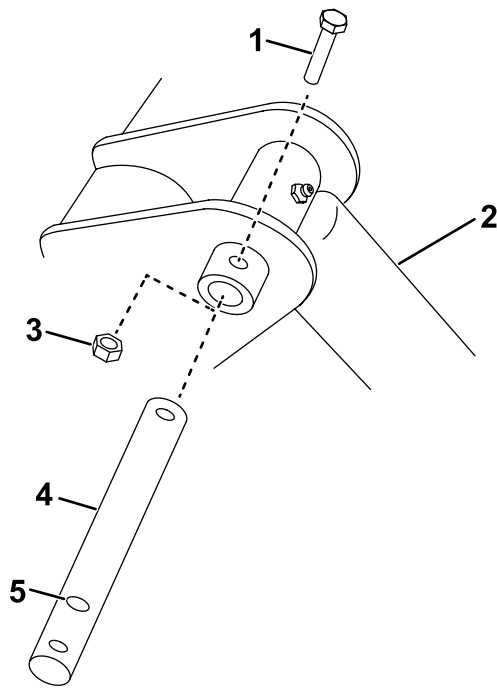

Bild 2
3. Entfernen Sie die Schraube und Mutter, mit denen der obere Kippzylinderstift an der Zugmaschine befestigt ist (Bild 2).
5. Setzen Sie den neuen Stift ein und befestigen Sie ihn mit der zuvor entfernten Schraube und Mutter, indem Sie das mittlere Loch am Stift verwenden (Bild 2).